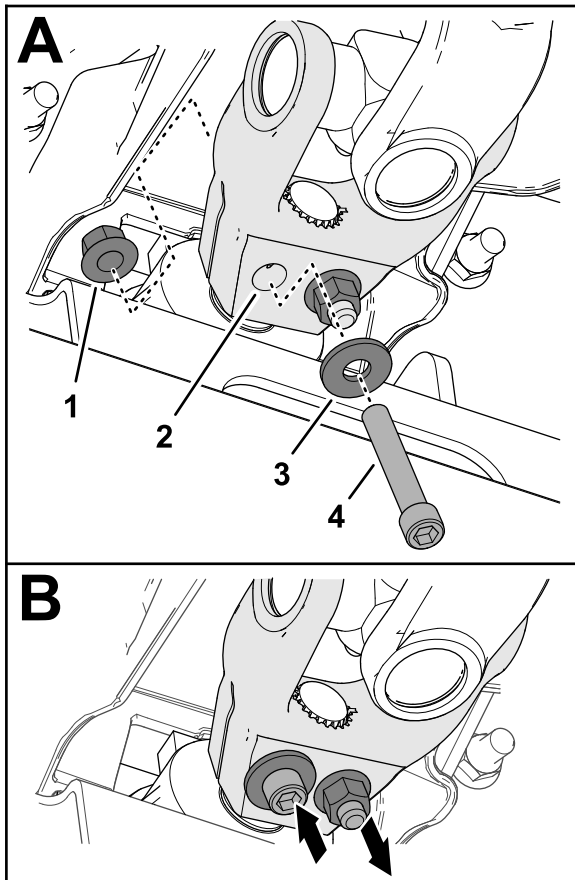

Figura 19
6. Introduzca un tornillo Allen ($\frac{3}{8}$ " x $2\frac{1}{4}$ " con una arandela ($\frac{3}{8}$ ") por el orificio de la horquilla del árbol de transmisión (Figura 19), y sujete el tornillo con una contratuerca con arandela prensada ($\frac{3}{8}$ ").
7. Introduzca un tornillo Allen ($\frac{3}{8}$ " x $2\frac{1}{4}$ " con una arandela ($\frac{3}{8}$ ") por el orificio de la horquilla del árbol de transmisión desde el otro lado (Figura 19), y sujete el tornillo con una contratuerca con arandela prensada ($\frac{3}{8}$ ").